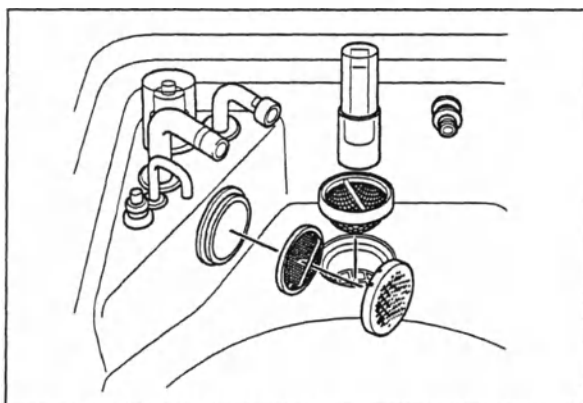

Рис. 4.3
2. Изнутри моечной ванны извлеките сетчатый фильтр из сливного отверстия и два сетчатых фильтра из циркуляционного отверстия и убедитесь в отсутствии на них инородных частиц и грязи. При обнаружении инородных объектов произведите чистку, как описано в разделе 6.7 «Чистка сетчатых фильтров» (см. рис. 4.3).